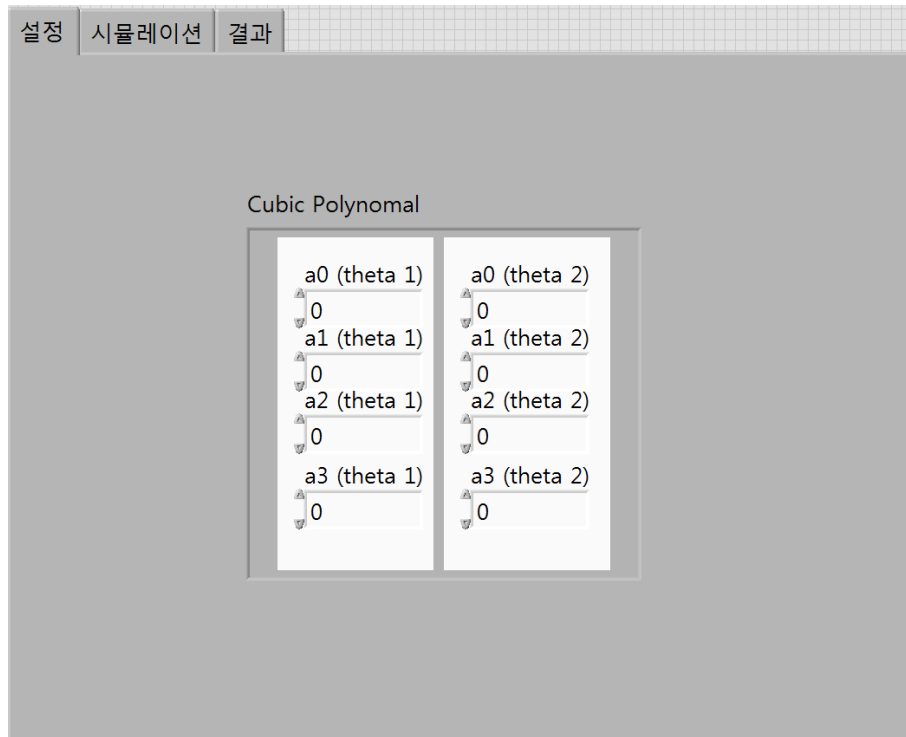

Figure 3
- 1- Figure 3에 표시된 "설정" 탭을 클릭하고 'Cubic Polynomial'에 식(10)을 통해 구한 조인트1, 2에 대한  $a_0, a_1, a_2, a_3$  을 입력한다.